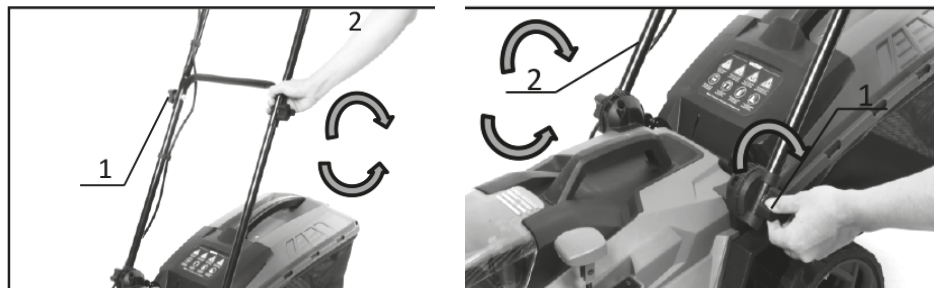

Рисунок 16. Схема складання газонокосарки для зберігання.
3. Скласти руків'я, для чого ослабити фіксатор руків'я (1, рис. 16) з обох боків виробу, повернувши його проти руху годинникової стрілки, після чого міцно взяти за верхнє руків'я (2, рис. 16) і повільно опустити його вниз. Після того як верхнє руків'я опущене – затягнути фіксатори.
4. Послабити кнопки регулювання положення руків'я (1, рис.16) з обох боків виробу, повернувши його проти руху годинникової стрілки, після чого скласти нижнє руків'я, як показано на рис.16.